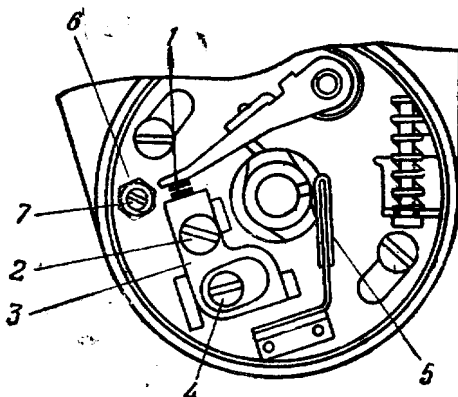

Рис. 17. Прерыватель мотоцикла М-72:
3. Провернуть коленчатый вал кикстартером до максимального размыкания контактов 1 (рис. 17) прерывателя.
3. Ослабить гайку 6 (рис. 17) стопорного штифта 7.